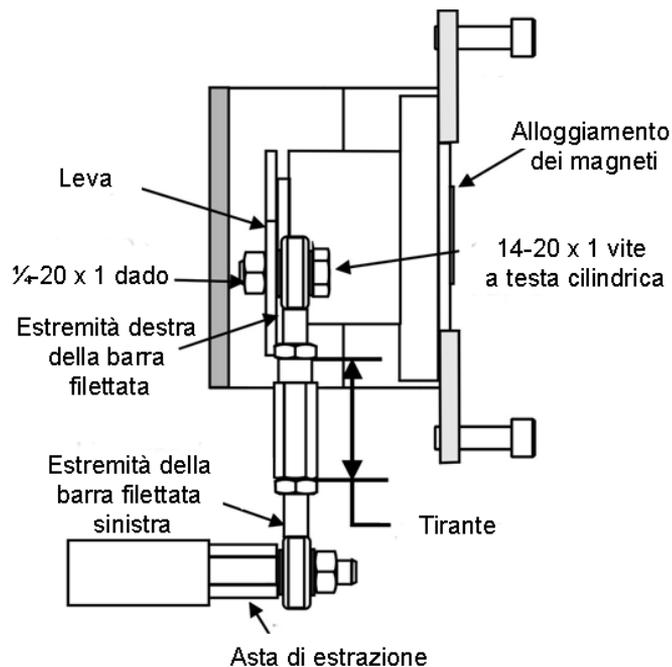

Figura 17 - Collegamento a movimento alternato
5. Avvitare la barra della presa di forza sul connettore dello stelo attuatore. Fare riferimento alla Figura 17 a pagina 47. Assicurarsi che il puntatore di corsa situato sul giunto sia posizionato correttamente.
10. Avvitare il tirante sull'estremità di sinistra della barra filettata. Fare riferimento alla Figura 17 a pagina 47.